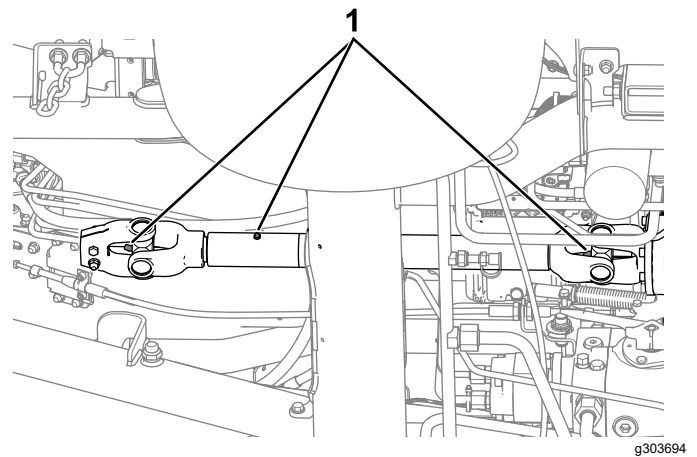

Figura 44
- Albero di trasmissione PDF (Figura 44)